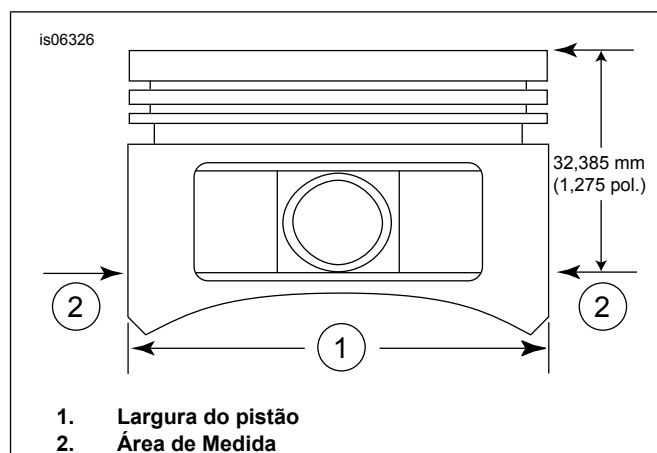

Figura 2. Medidas do pistão
5. Veja Figura 2. Meça a largura do pistão (1), 90 graus horizontalmente dos dois lados do furo do pino do pistão e 32,38 mm (1.275 in) para baixo a partir da superfície da plataforma (parte superior) do pistão (2). Veja Tabela 11 para o ajuste do pistão para o cilindro neste local.